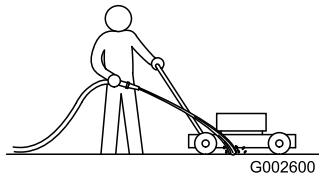

Bild 51
1. Lassen Sie den Motor auf einer flachen, befestigten Oberfläche laufen und sprühen Sie Wasser vor das rechte Hinterrad (Bild 51).